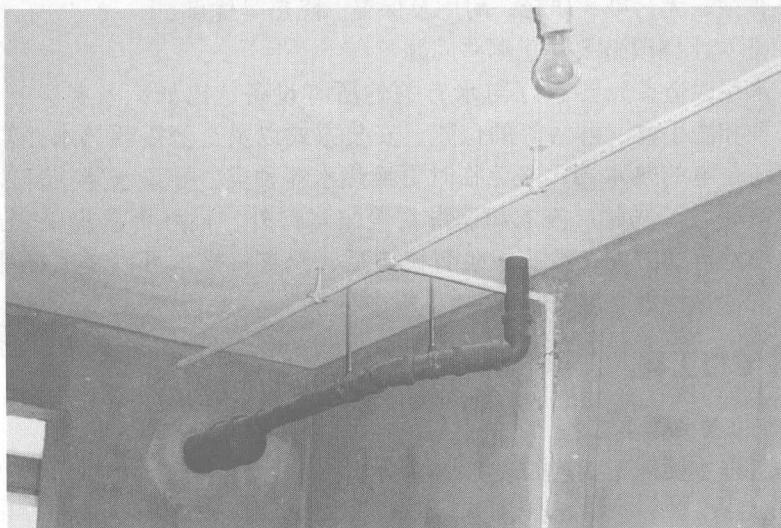

图1-2 管卡
(9) 明装管道单根冷水管道距墙表面应为15~20mm，冷热水管安装应左热右冷，平行间距应不小于200mm。明装热水管穿墙体时应设置套管，套管两端应与墙面持平。
(10) 管接口与设备受水口位置应正确。对管道固定管卡应进行防腐处理并安装牢固，墙体为多孔砖墙时，应凿孔并填实水泥砂浆后再进行固定件的安装。当墙体为轻质隔墙时，应在墙体内设置埋件，后置埋件应与墙体连接牢固。
(11) 管道敷设应横平竖直，管卡位置及管道坡度均应符合规范要求。各类阀门安装应位置正确且平正，便于使用和维修，并做到整齐美观。住宅室内明装给水管道的管径一般都在15~20mm之间。根据规定，管径20mm及以下给水管道固定管卡设置的位置应在转角、小水表、水龙头或者三角阀及管道终端的100mm处。
(12) 安装PVC管应注意：管材与管件连接端面必须清洁、干燥、无油，去除毛边和毛刺；管道安装时必须按不同管径的要求设置管卡或吊架，位置应正确，埋设要平整，管卡与管道接触应紧密，但不得损伤管道表面（图1-2）；采用金属管卡或吊架时，金属管卡与管道之间采用塑料带或橡胶等软物隔垫。